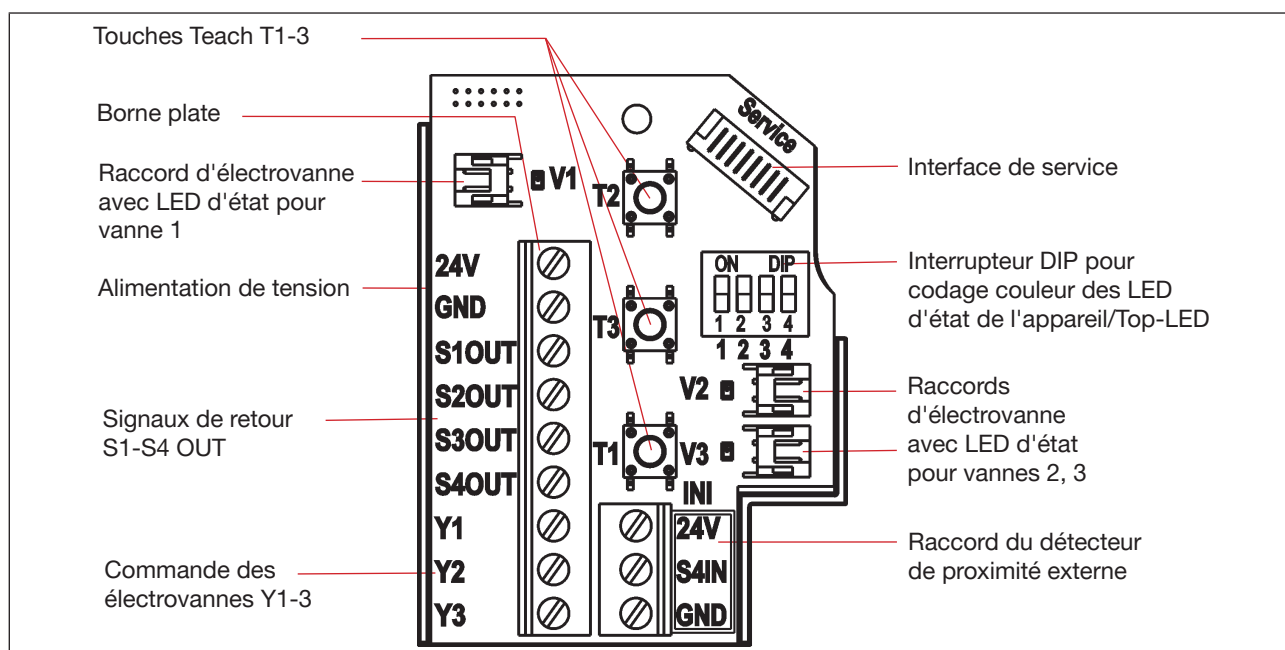

Fig. 15: Module électronique 24 V DC
- Fixer les fils aux bornes de raccordement conformément aux affectations de raccordement décrites sur la « Fig. 15 ».